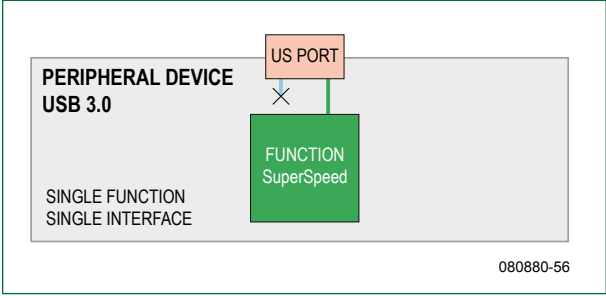

Figure 6.
- Appareil uni-fonction, simple interface. C'est un périphérique simple (Figure 6).